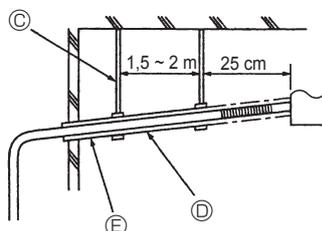

Fig. 8-2
- (4) Zorg ervoor dat de afvoerpijp meer dan 1/100 afloopt (Fig. 8-2).